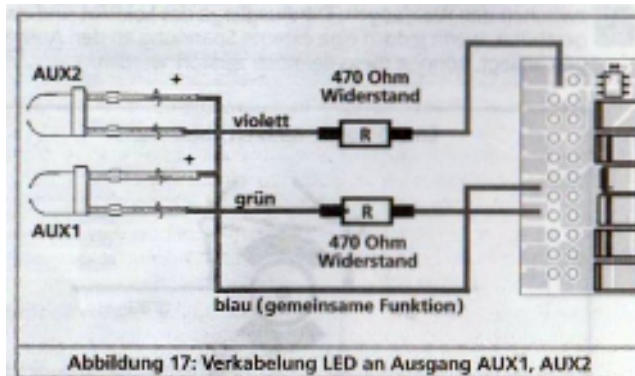

Figura 17: Cablejat LED a la sortida AUX1, AUX2
a) Les làmpades/funcions estan aïllades amb la seva connexió comuna a la carcassa de la locomotora (és a dir, sense tensió). La connexió necessària es mostra a la figura 17 utilitzant l'exemple d'AUX1 i AUX2. El requisit previ és que les funcions de la locomotora estiguin lliures de tensió, és a dir, que no tinguin més connexions conductores de l'electricitat a part de les sortides de funció. La tensió present a les sortides de funció amb aquesta connexió és aproximadament 1,5 V inferior a la tensió del carril. El cable blau és el "pol positiu", la sortida de la funció en si és el "pol negatiu".
Tal com es mostra a la figura 17, també es permet "operació mixta".